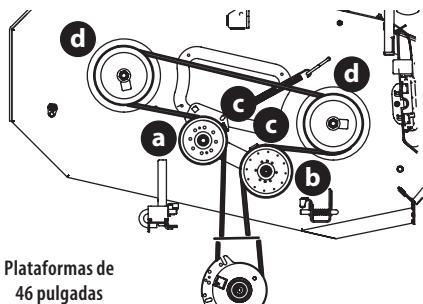

Figura 43
2. Afloje, pero no quite los accesorios a la derecha (a) y a la izquierda de la polea loca (b). Consulte la página 65 para plataformas de 42 pulgadas (Figura 42), y página 66 para plataformas de 46 pulgadas (Figura 43), plataformas de 50 y 54 pulgadas (Figura 44) y plataformas de 60 pulgadas (Figura 45).